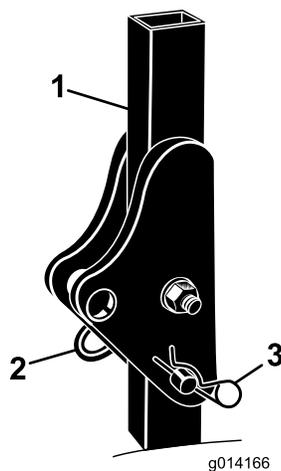

图3
1. 从翻车保护杆上卸下发卡销和柱销 图3。
2. 将翻车保护杆提升至直立位置然后安装 2 个柱销并用发卡销将其固定 图3。